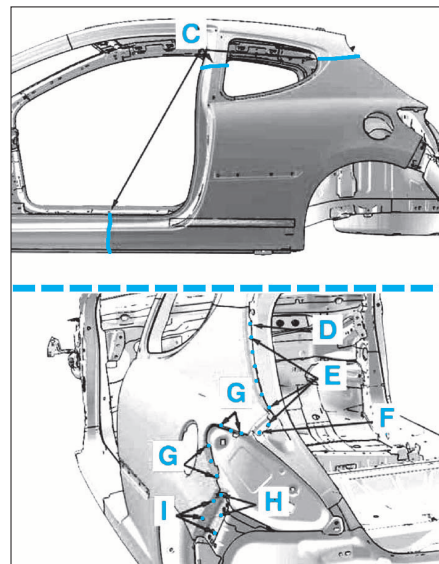

FIG. 42
• Poser et souder la pièce neuve aux endroits indiqués A à K (Fig.42 et 43)